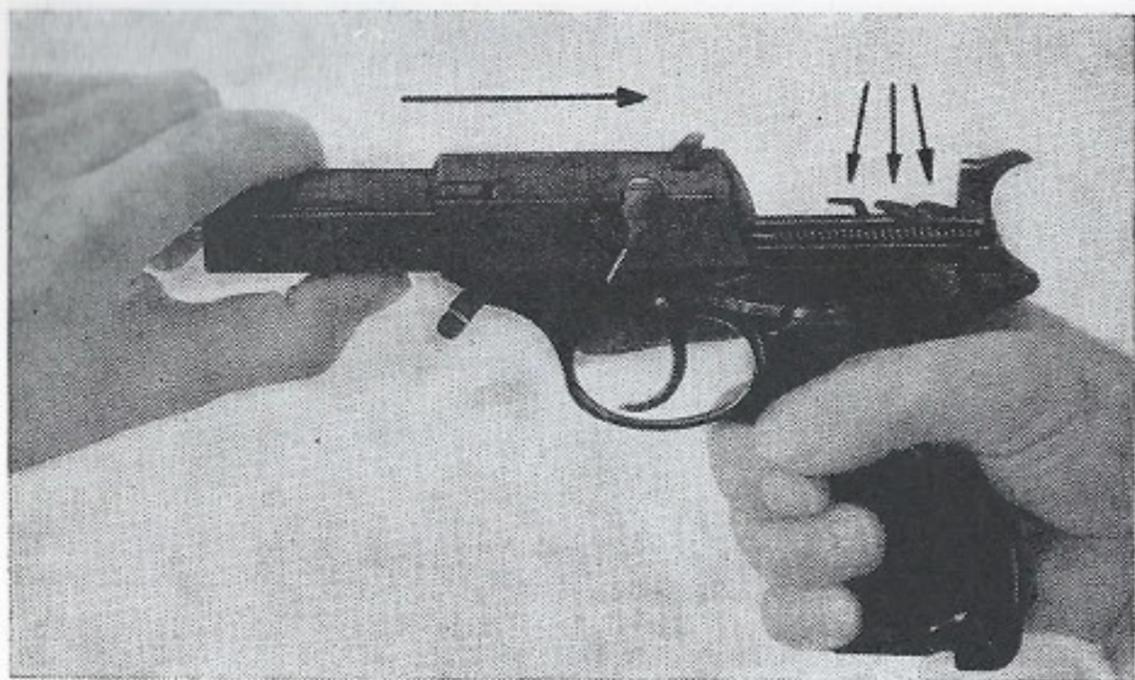

Bild 8
- (2) Den Verschuß nach Bild 8 auf den Griff aufchieben.